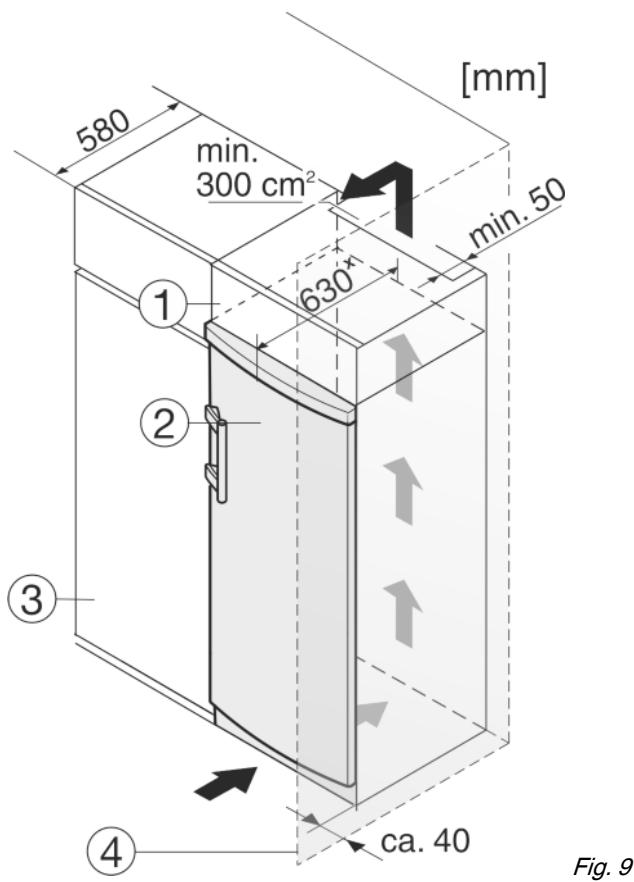

Fig. 9
При комбинировании с кухонными шкафами (глубина макс. 580 мм) устройство можно установить непосредственно рядом с кухонным шкафом Fig. 9 (3). Устройство выступает сбоку на 34 ммx и по центру на 50 ммx относительно передней стенки кухонного шкафа.
Если устройство установлено на шарнирах у стены Fig. 9 (4), то расстояние между устройством и стеной должно быть не менее 40 мм. Настолько выступает ручка при открытой дверце.
Устройство может быть окружено кухонными шкафами. Чтобы уравнять устройство Fig. 9 (2) по высоте с кухонной стенкой, можно установить над устройством дополнительный шкафчик Fig. 9 (1).